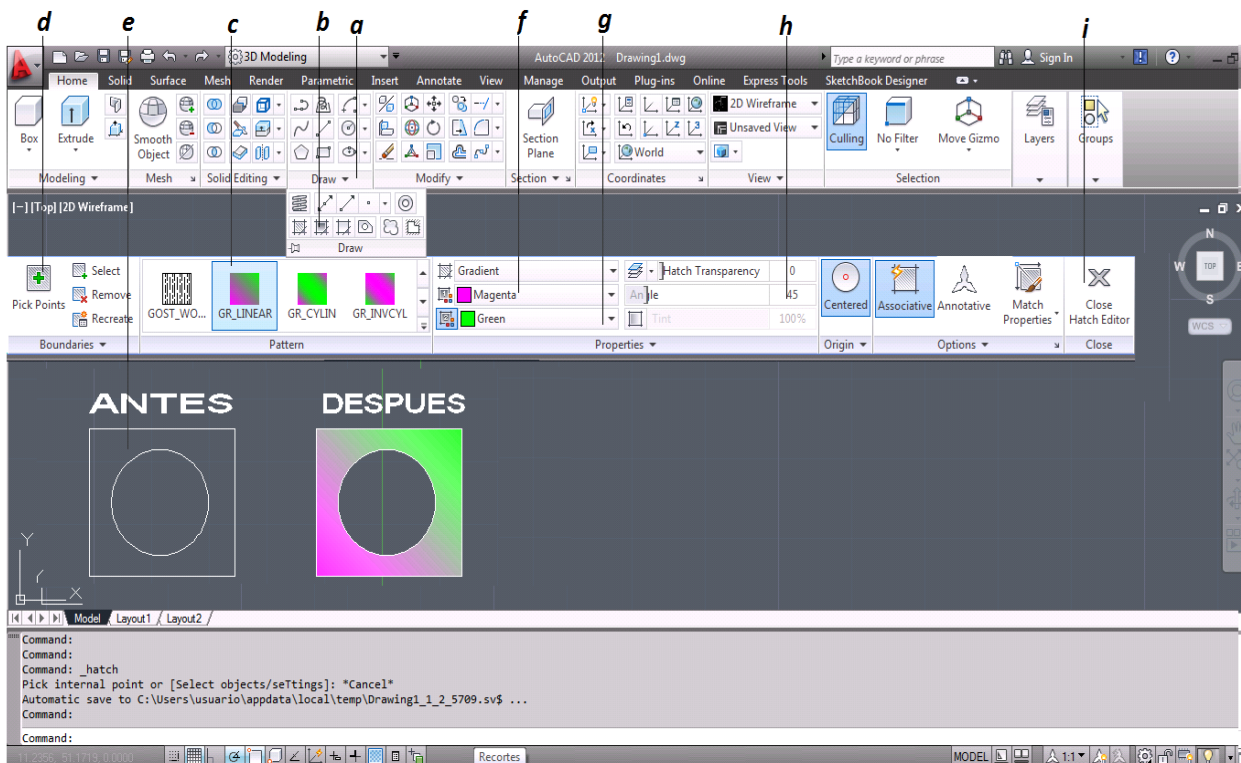

Figura 3.55 Sombreado “Degradado”
- a. Se selecciona la flecha del icono Dibujar (*figura 3.55*).
- b. Se selecciona el icono Degradado [Gradient] (*figura 3.55*).
- c. Se selecciona el Botón Designar Punto [Pick Point] (*figura 3.55*).
- d. Se da clic dentro del área a sombreadar (*figura 3.55*).
- e. Se selecciona el estilo degradado gr_linear (*figura 3.55*).
- f. De la lista de colores se selecciona el primer color (*figura 3.55*).
- g. De la lista de colores se selecciona el segundo color (*figura 3.55*).
- h. En la caja de Texto Angulo [angle] del Grupo Propiedades, para definir la inclinación de las líneas del sombreado a partir de la inclinación original, en este caso se ingresa 45 (*figura 3.55*).
- i. Clic en el botón Cerrar Creación de Sombreado para terminar el comando (*figura 3.55*).